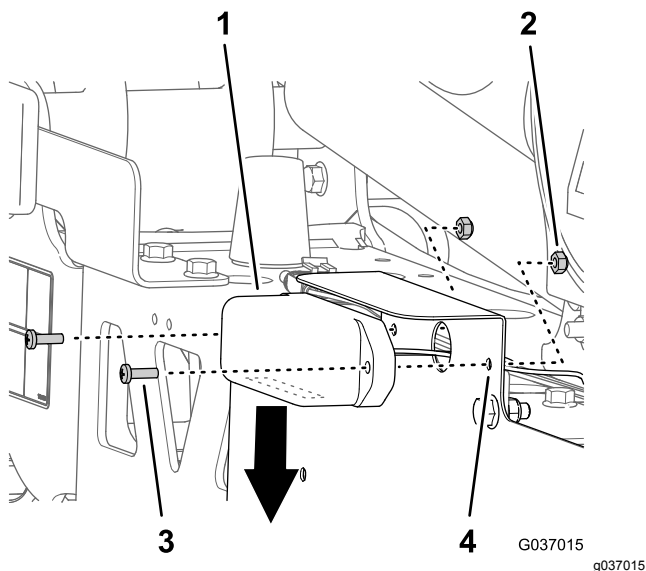

Figura 55
2. Allineate il vetro della luce verso il basso e i fori nella luce con i fori nella staffa della targa (Figura 55).
3. Montate la luce sulla staffa (Figura 55) con le 2 viti (n. 10 x 5/8") e i 2 dadi di bloccaggio (n. 10).